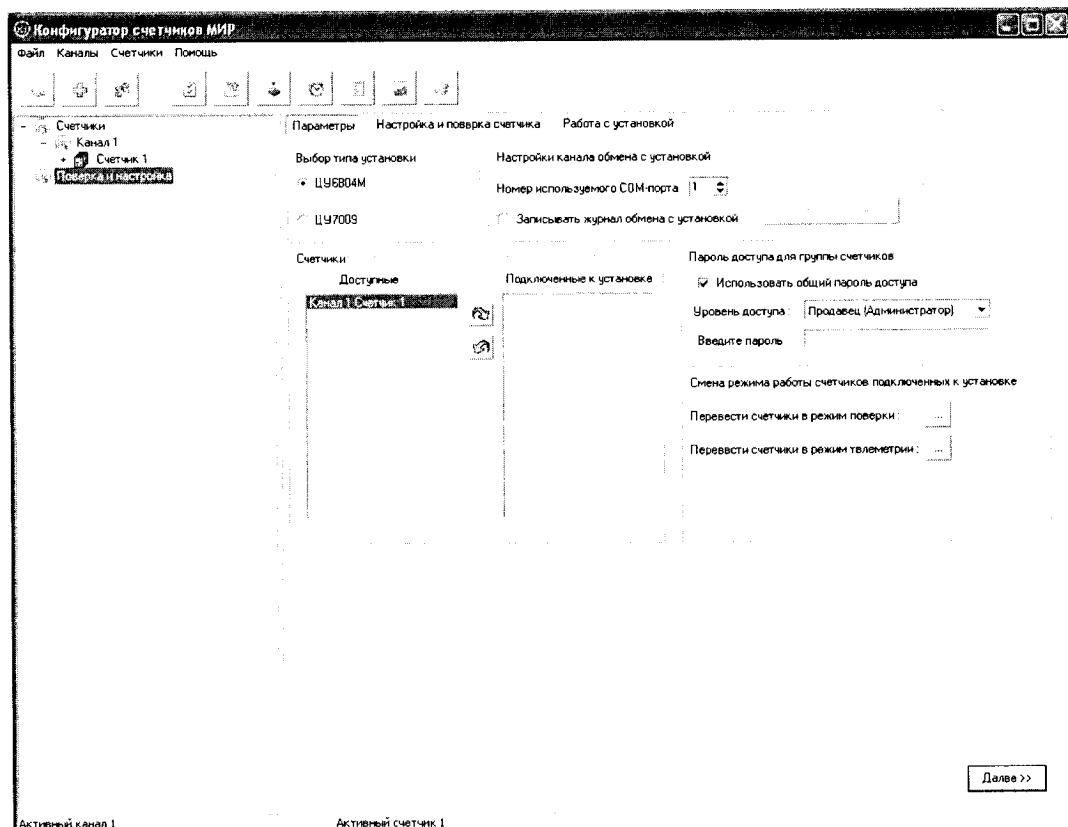

Рисунок 6.1
6.8.19 Выделить в дереве объектов программы КОНФИГУРАТОР объект *Проверка и настройка*, установить на вкладке *Параметры* поля *Выбор типа установки* семафор в положение ЦУ6804М (рисунок 6.1).
6.8.20 Указать, какие счетчики установлены в установочные места пульта (рисунок 6.1). Для этого на вкладке *Параметры* в поле *Счетчики* из списка *Доступные* перенести строки с описанием подключенного счетчика в список *Подключенные к установке* с помощью кнопки
6.9.3 Установить на вкладке *Параметры* поля *Выбор типа установки* семафор в положение *ЦУ7009* (рисунок 6.1).
6.9.4 Указать, какие счетчики установлены в установочные места установки ЦУ7009. Для этого на вкладке *Параметры* (рисунок 6.1). В поле *Счетчики* из списка *Доступные* перенести строки с описанием подключенного счетчика в список *Подключенные к установке* с помощью кнопки .